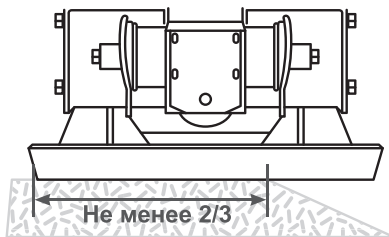

Рис. 15 Расположение виброплиты на краю обрабатываемой поверхности
13. При перемещении виброплиты по краю обрабатываемой поверхности, в плотном соприкосновении с поверхностью должно оставаться не менее 2/3 части рабочей площади плиты (Рис. 15).